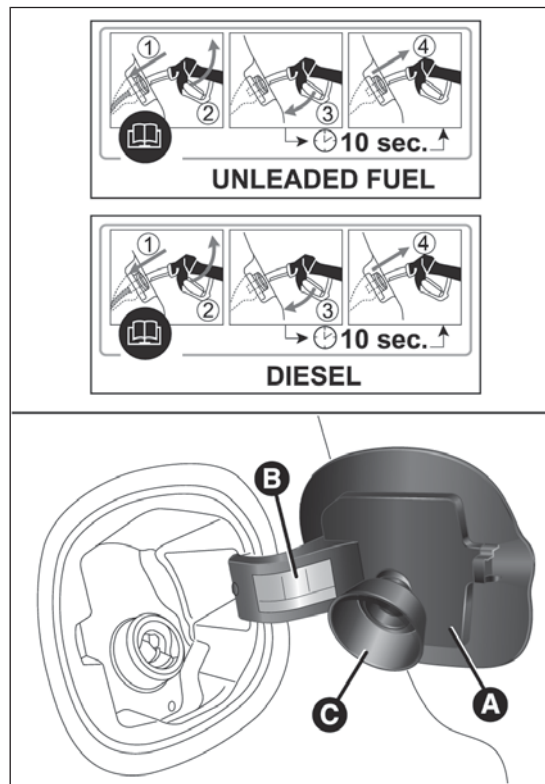

fig. 127
El procedimiento de repostado descrito a continuación se indica en la placa B fig. 127, situada en el interior de la tapa del depósito de combustible. En la placa también se indica el tipo de combustible (UNLEADED FUEL=gasolina, DIESEL=gasóleo).
- ☐ abrir el portón A fig. 127 tirando hacia el exterior;
La tapa A fig. 127 dispone de un capuchón guardapolvo C que, con la tapa cerrada, impide que queden restos y polvo en el extremo de la boca de llenado.